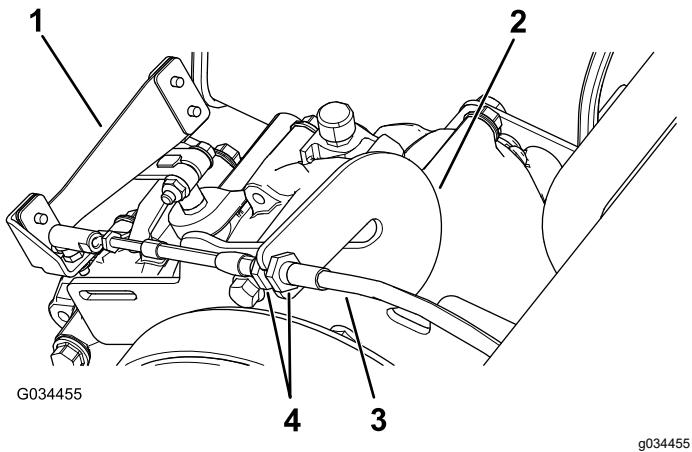

Рисунок 60
- Ослабьте контргайки на тросе переключения передач и отрегулируйте их при необходимости (Рисунок 60).
- Проверьте положение переключения передач, повернув рычаг переключения передач в три различных положения и проверив правильность перемещения рычага переключения передач (Рисунок 60) при их переключении; см. Рычаг и индикатор переключения передач (страница 13).